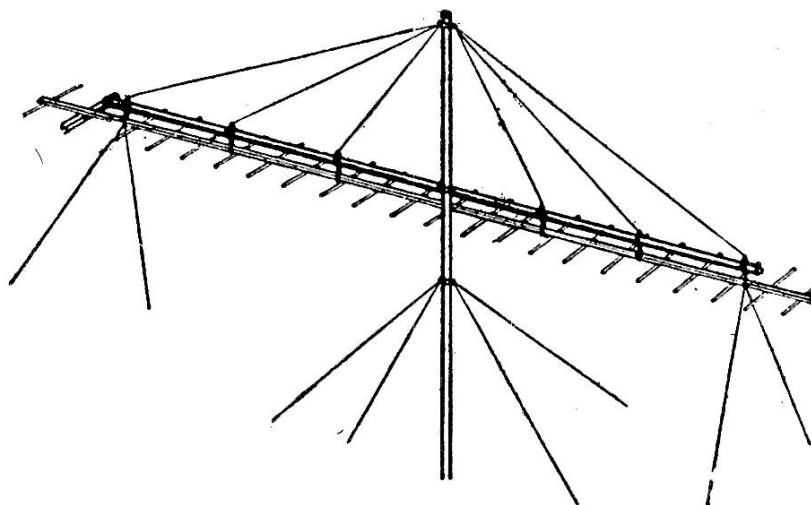

FIG. V-6
b) Soit une antenne à une seule nappe LB 13 ou LB 22 (13 ou 22 éléments) du même fabricant (voir figure V-6) ; gains réels = 17 dB pour LB 13 et 20 dB pour LB 22.